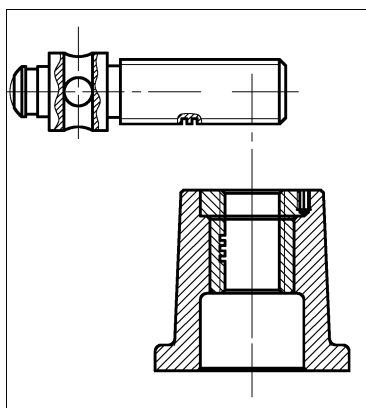

图 11-52 复制螺杆示例
2) 在“QD010 装配图”绘图区, 单击“剪贴板”面板→“粘贴”按钮, 粘贴图形, 如图 11-52 所示。